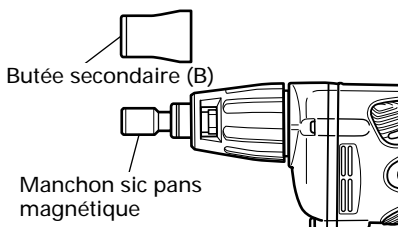

Fig. 7
1. Démontage du manchon six pans (Fig. 7)